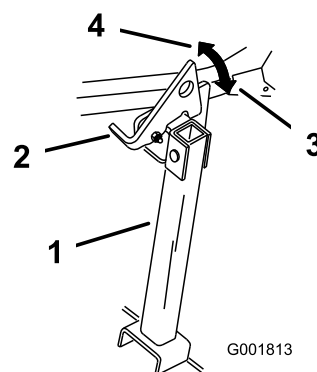

Figura 47
2. Levante el enganche a la posición desbloqueada (Figura 47).